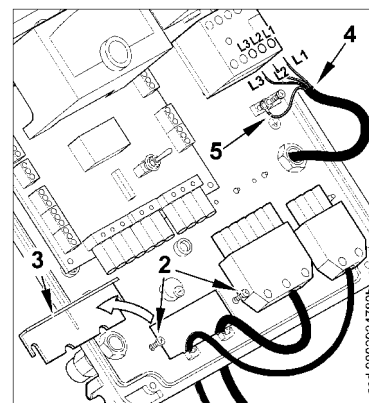

Figura 2
- 2) Allentare le viti (2) e, dopo aver rimosso la piastrina stringicavi (3), far passare attraverso il foro le due spine a 7 e a 4 poli (vedi figura 2). Collegare i cavi di alimentazione (4) al teleruttore, fissare il cavo di terra (5) e serrare il relativo pressacavo.